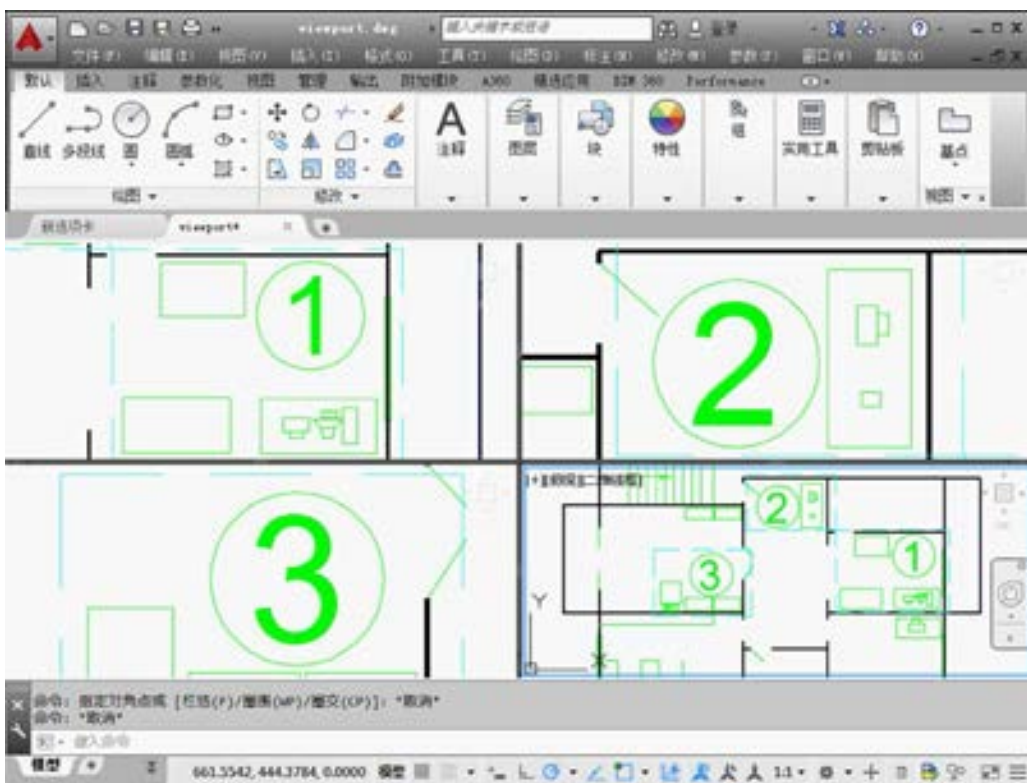

图 5.2.3 缩放后的四个视口的显示
Step5. 此时可以看到当前绘图区已分为四个相等的视口。在某个视口内单击, 则该视口变为当前视口, 并以加亮边框的形式显示出来, 可在当前视口内进行缩放、平移等操作; 如果需要对另一个视口进行操作, 则必须先在该视口中单击使其变为当前视口。这样分别在四个视口中进行不同的缩放、平移等操作, 使各个视口的显示如图 5.2.3 所示。